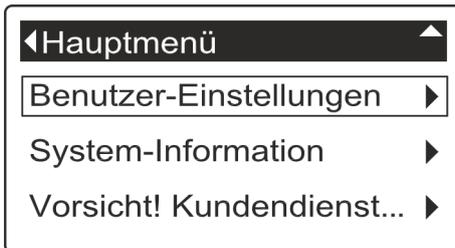

Abb. 3: Menü Benutzer-Einstellungen
2. betätigen, bis das Menü „Benutzer-Einstellungen“ ausgewählt ist (Abb. 3).